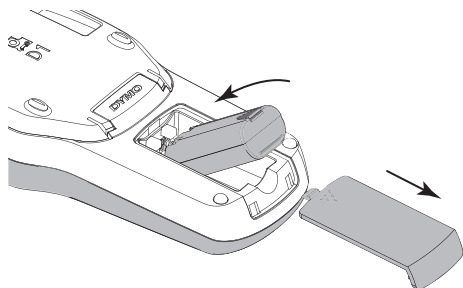

図 2
- 1 本体を裏返し、電池カバーのツメを矢印の方向に押し外します。図 2 を参照してください。
- 2 本体を裏返し、電池カバーのツメを矢印の方向に押し外します。図 2 を参照してください。